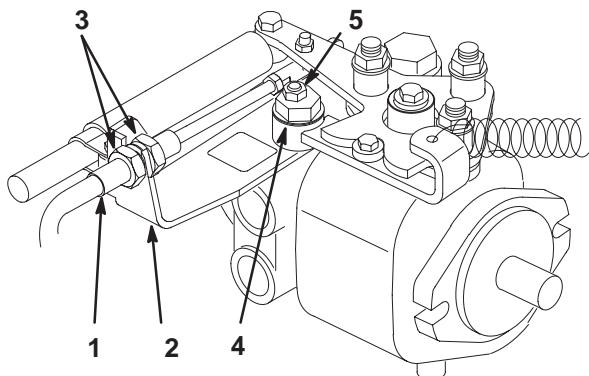

Figure 41
- A. Desserrez les écrous de blocage qui fixent le câble de commande de transmission à la cloison sur l'hydrostat (Fig. 41). Vérifiez que les écrous de blocage sont desserrés uniformément et suffisamment pour permettre le réglage.
- B. Desserrez l'écrou de fixation de l'excentrique en haut de l'hydrostat (Fig. 41).
- D. Tournez l'excentrique jusqu'à ce que la roue ne tourne plus dans aucune direction. Lorsque la route arrête de tourner, serrez l'écrou pour bloquer l'excentrique et le réglage (Fig. 41). Vérifiez le réglage avec la commande d'accélérateur en position de ralenti, puis de régime maximum.
- E. De part et d'autre de la cloison, serrez les contre-écrous **uniformément** pour fixer le câble de transmission à la cloison (Fig. 41). Ne tordez pas le câble.